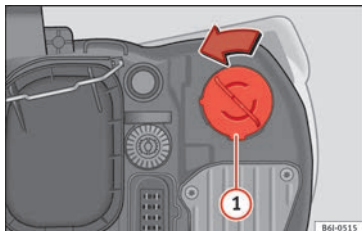

Fig. 101 Luz intermitente.
- Gire el portalámparas »» fig. 101 ① hacia la izquierda y tire.